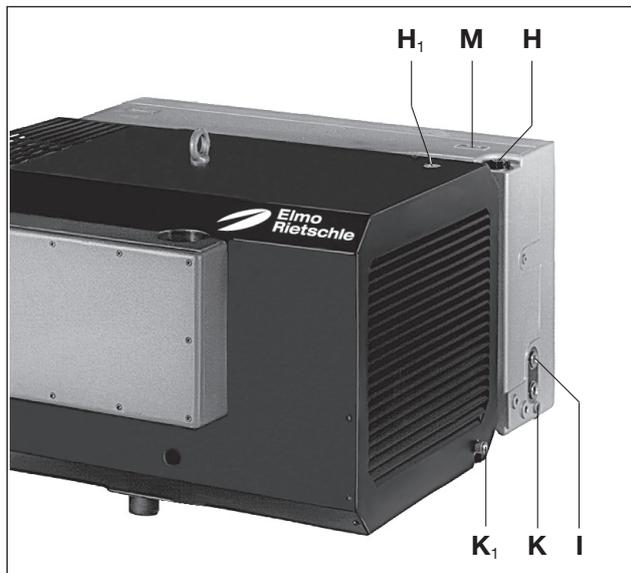

Abb. 9 Schmierung
Ölstand muss mindestens einmal täglich überprüft werden, gegebenenfalls Öl bis Oberkante des Schauglases (Abb. 9/I) auffüllen. Erster Ölwechsel nach 500 Betriebsstunden. Weitere Ölwechsel nach jeweils 500-2.000 Betriebsstunden. Je nach Verunreinigung des abgesaugten Mediums Wechselintervalle entsprechend verkürzen.
Beim Ölwechsel muss auch das Öl aus dem Ölkühler (siehe Ölablassschraube (Abb. 9/K1)) abgelassen werden.
*Elmo Rietschle Ölarten:* MULTI-LUBE 100 (Mineralöl) und SUPER-LUBE 100 (Synthetiköl) (siehe auch Ölempfehlungsschild (Abb. 9/M)).